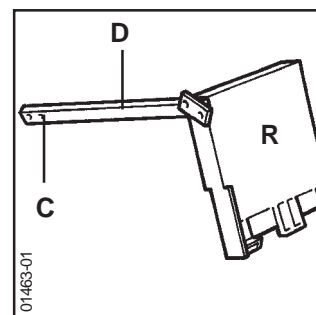

Fig. 3
Bevestig de aanvoercollector (D) op het element uiterst rechts met behulp van één van de platen (A) (Fig. 3 en 4).